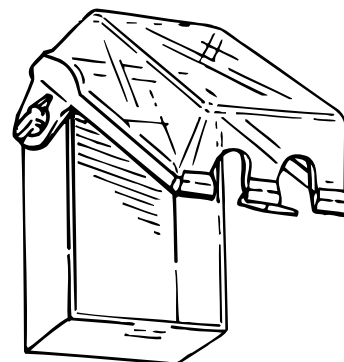

Figura 1b. Cubierta del contacto en servicio
- un contacto que tiene una cubierta a prueba de agua similar a la que se muestra en la Figura 1b. A este tipo de cubierta se le llama “cubierta del contacto en servicio.”